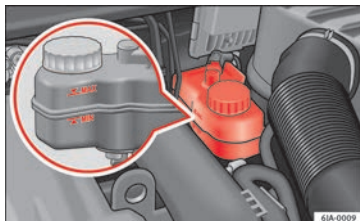

Abb. 209 Motorraum: Bremsflüssigkeitsbehälter
- Prüfen Sie den Bremsflüssigkeitsstand am Behälter  **Abb. 209**. Der Stand muss zwischen den Markierungen „MIN“ und „MAX“ liegen.